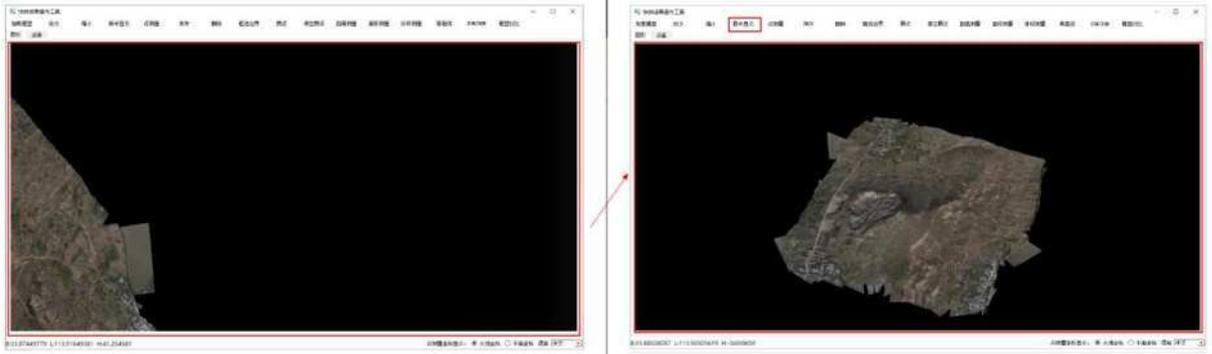

图 2-38 居中显示
6) 用户点击“居中显示”，模型全部进入可视范围内并居中显示，如图 2-38 所示。